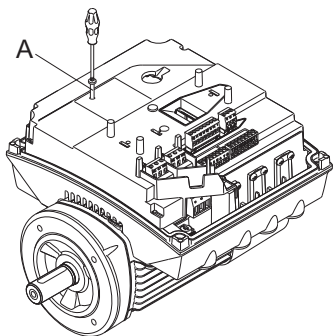

Рис. 59 Снятие стопорного винта
4. Снимите стопорный винт (рис. 59, поз. А).
6. Установите и затяните стопорный винт (рис. 59, поз. А) с моментом 1,3 Нм.